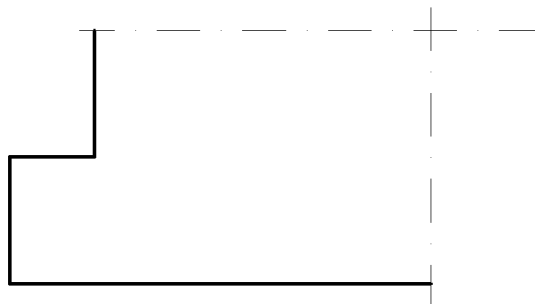

Рис.25. Этап 3.1.
3.1. Так вид сверху имеет две оси симметрии, построение его изображения следует выполнить от точки пересечения осей симметрии (рис.25).